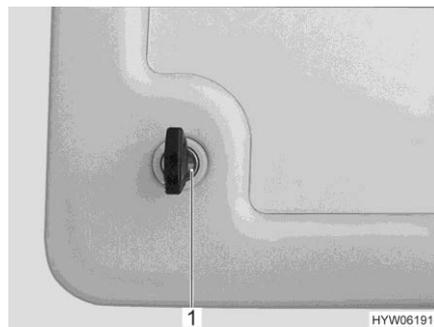
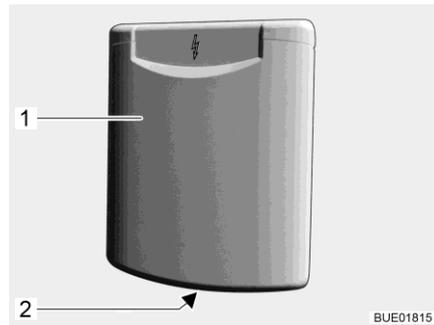

Fig. 42 Cierre a presión de la trampilla de servicio
Fig. 43 Cierre a presión de la trampilla de servicio (alternativa)
- Introducir la llave en el cilindro de cierre del cierre a presión bajo llave (Fig. 42,1 ò Fig. 43,1) y girarla un cuarto de vuelta. El cierre a presión está desbloqueado.
- Pulsar ambos botones de presión (Fig. 43,2) de los cierres a presión al mismo tiempo con los pulgares y abrir la trampilla de servicio.
- Introducir la llave en el cilindro de cierre del cierre a presión bajo llave (Fig. 42,1 ò Fig. 43,1) y girarla un cuarto de vuelta. El cierre a presión está bloqueado.